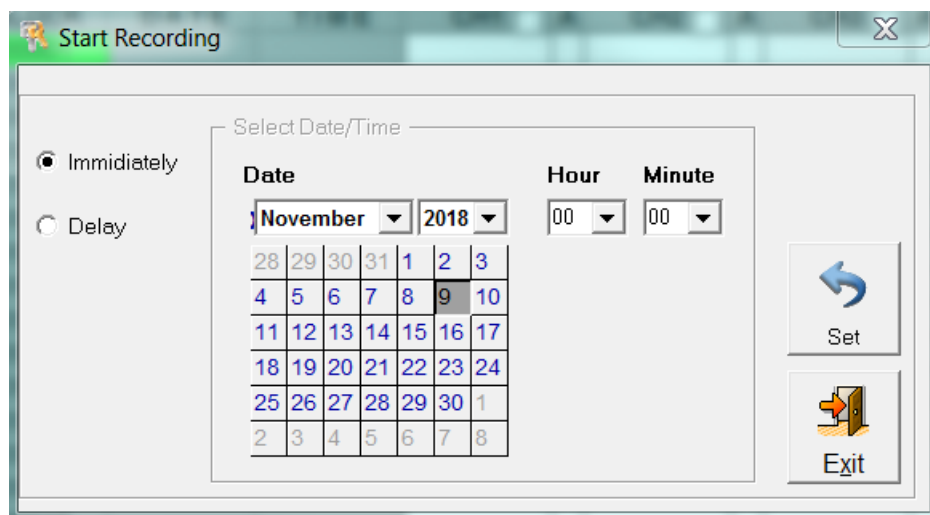

fig.33
- Apparirà una finestra (fig.33), sulla sinistra selezionare **Delay** per abilitare l'opzione o **Immediately** per disabilitarla.